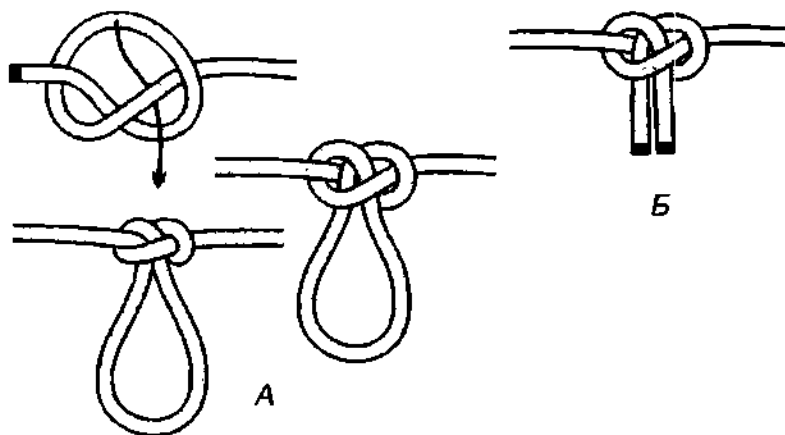

Рис. 161. А – травяная петля; Б – травяной узел.
**Травяная петля** вяжется из *простого узла*, а своё название получила от узла для связывания двух концов верёвки *травяного узла* (рис. 161). Свойства у *травяной петли* такие же, что у *травяного узла* – оба узла крепкие, но требуют обязательной доводки и затягивания после завязывания, иначе узел ползёт. **Травяная петля** – концевая петля, её не удобно вязать на середине длинного троса, так как при завязывании узла используется ходовой конец.